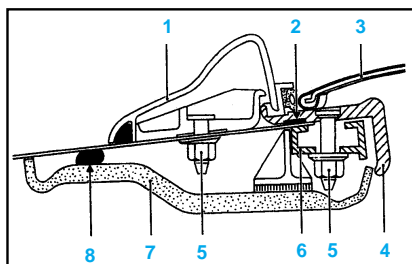
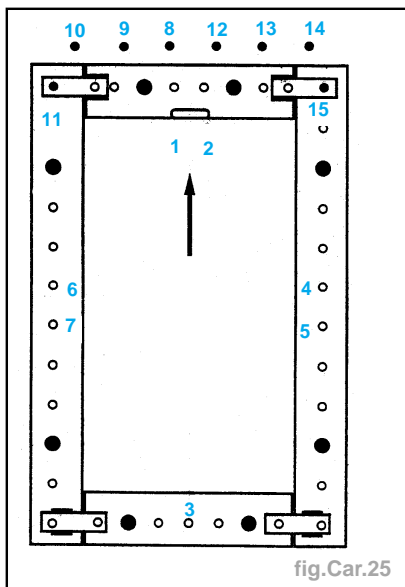

fig.Car.24
fig.Car.25
- Déposer le toit ouvrant (fig.Car.24).
- Araser les cordons résiduels (8). (fig.Car.24)
- Vérifier le bon état et le bon positionnement du joint (2) (le changer si nécessaire).
- Ordre de serrage (fig.Car.25).
**Très Important.** Pour des raisons d'étanchéité et de déformation du pavillon, il est impératif de respecter l'ordre de montage et de serrage des rails (6) et du déflecteur (1).
- Après dépose des garnitures (7) et des rails (6), (fig.Car.24), entrebâiller le toit à mi-course.